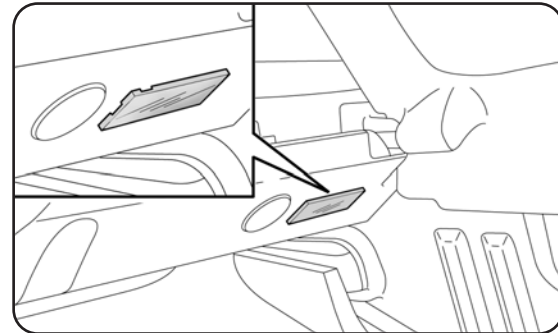

fig. 40
**LUGGAGE COMPARTMENT LIGHT fig. 40**